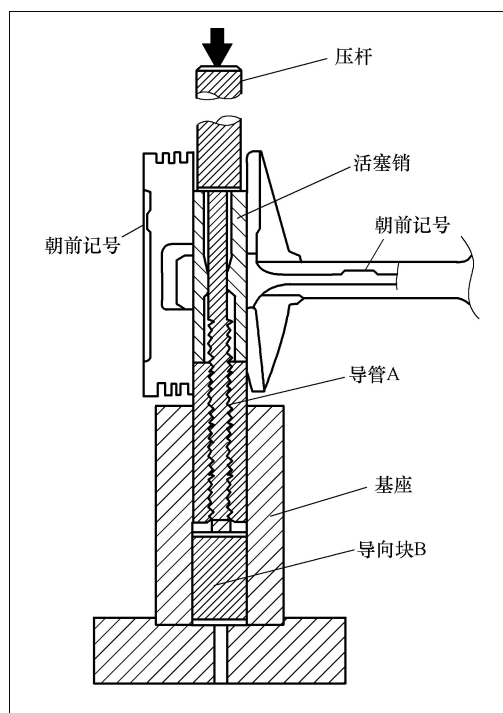

图 2-117 压入活塞销
⑧ 保持活塞的朝前记号向上的状态，将活塞连杆组件安装在活塞销安装器的基座上。
⑨ 如图 2-117 所示，利用压力将活塞销压入。压入力小于标准值时更换活塞销和活塞组件，或更换连杆。